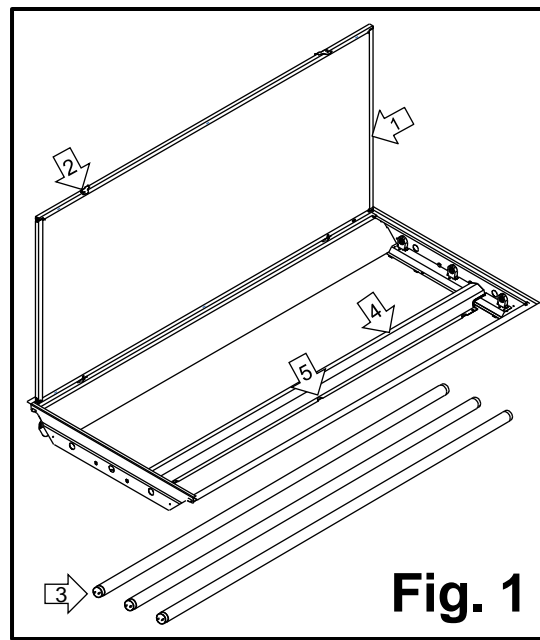

Fig. 1
2. Abra la **puerta** (#1) girando los dos **pestillos de leva** (#2) [Fig. 1].
3. Retire las **lámparas** (#3) a partir del material de envasado y ponerlas en un lugar seguro [Fig. 1].
4. Retire la **cubierta del cable** (#4) apretando y soltándolo de las **lengüetas de bloqueo** (#5) [Fig. 1].
11. Desde abajo del techo, abra la **puerta** (#1) y vuelva a colocar la **cubierta del cable** (#4) apretando en las **lengüetas de bloqueo** (#5) [Fig. 1].
13. Cierre la **puerta** (#1) con los dos **pestillos de leva** (#2) [Fig. 1].